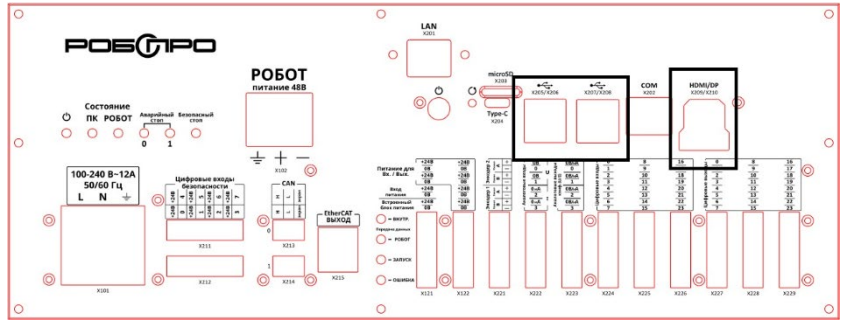

Рис. 5. Разъемы для подключения устройств ввода и дисплея
6. Подключите к контроллеру монитор и устройства ввода/пульт/тачпанель (рис.5).